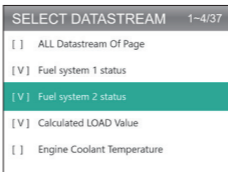

Abbildung 3.5.3
- Sie können auch "Alle Datenströme der Seite" auswählen, um alle verfügbaren Elemente anzuzeigen (siehe Abbildung 3.5.3).